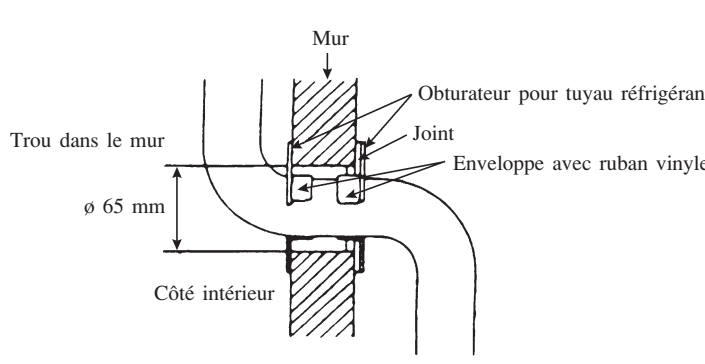

Fig. 7-1
7.2 Porter une attention particulière à la finition des pièces au mur, aux tuyaux et à l'étanchéité (Voir figure 7-1, 7-2 et 7-3).